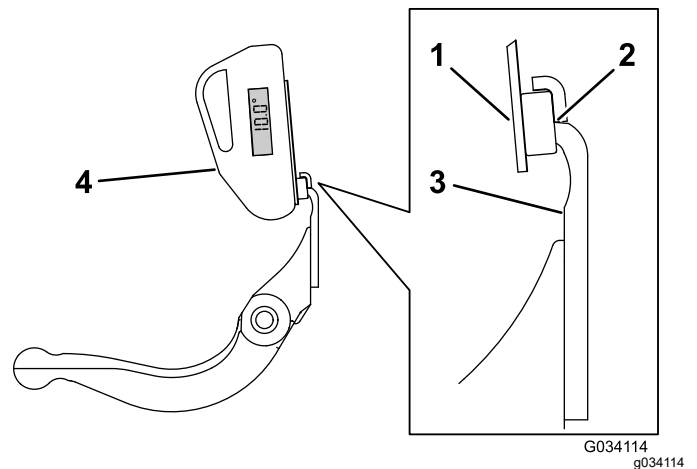

Figura 26
3. Amplasai suportul indicatorului de unghi pe marginea contracuitului, astfel încât marginea magnetului să se îmbine cu marginea contracuitului (Figura 26).
4. Amplasai indicatorul de unghi pe suport, conform indicațiilor din Figura 26.